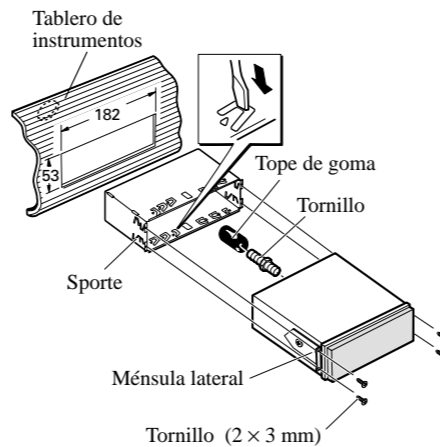

Fig. 12
2. **Instale la unidad en el tablero de instrumentos. (Fig. 12)**